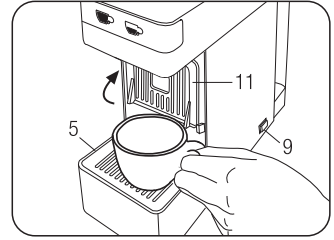
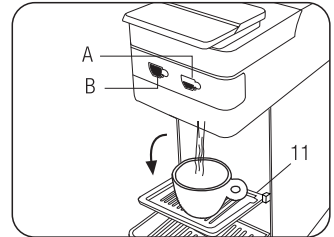

Fig. 5
Fig. 6
- Contrôler qu'il n'y ait pas de capsules à l'intérieur et allumer la machine en actionnant l'interrupteur principal (9).
- Poser une grande tasse vide sous le point de versement du café. **(Fig. 5)**
Quand les touches (A) et (B) s'allument en mode fixe la machine est prête pour l'utilisation. Presser la touche (A) ou (B); presser encore la touche quand la quantité d'eau souhaitée a été obtenue (Fig. 6). La machine est rincée lorsque 3 tasses d'eau au moins ont été versées.
Pour préparer un espresso – touche (A) (Distribution courte) –, positionner la grille supérieure (11) comme illustré (Fig. 6). Pour les préparations qui nécessitent l'utilisation de tasses hautes, positionner la grille supérieure (11) comme illustré (Fig. 5) et déposer la tasse directement sur la grille inférieure (5) (Fig. 5).